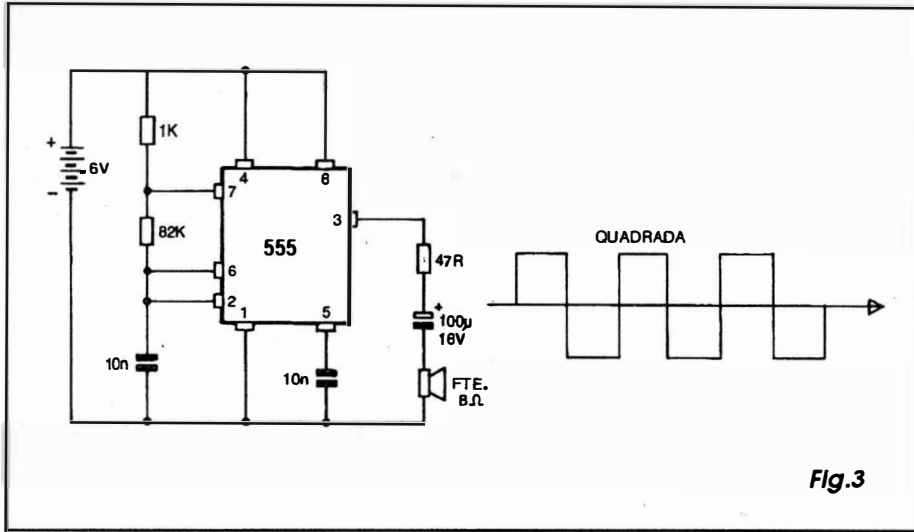

Fig.3
- FIG. 3 - A GERAÇÃO ELETRÔNICA DE UM SOM EM ONDA QUADRADA... - Um estável convencional centrado num integrado 555 (também já